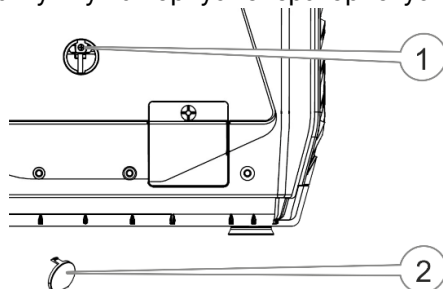

Рисунок 11. Відстійник поплавцевої камери.
2. Відкрити заглушку на корпусі генераторної установки. (див. рис. 11, поз. 2).
3. Послабити зливний гвинт відстійника поплавцевої камери карбюратора (див. рис. 11, поз.1).